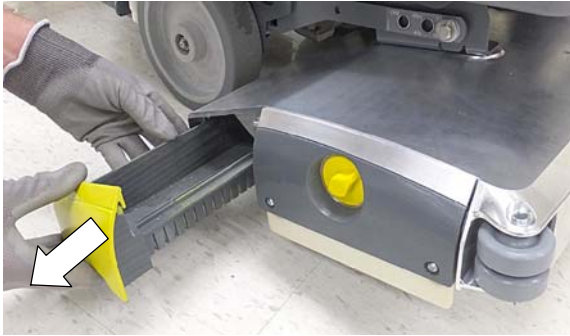

РИС. 23
2. Снимите поддон для мусора, выкатив его из чистящей головки (Рисунок 23).